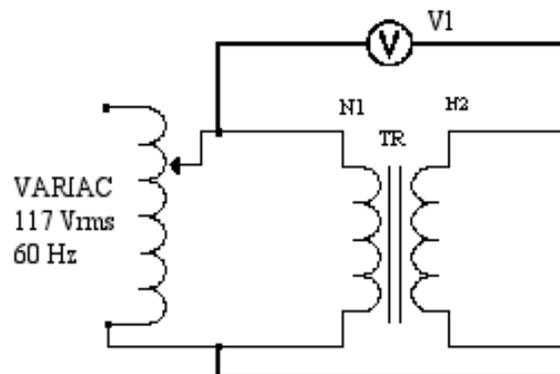

Figura 8.2
- 11.- Para obtener las marcas de polaridad de los arrollados primario y secundario del transformador, monte el circuito de la figura 8.2.